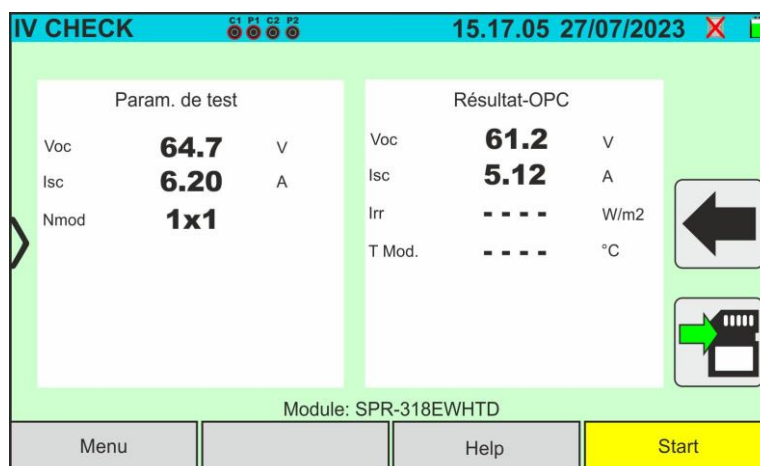

Fig. 61: Résultat mesure test IVCK @OPC avec enregistrement synchrone
14. Appuyer sur la touche **START/STOP** (ou **Start** à l'écran) pour activer les tests. En l'absence de conditions d'erreur, l'instrument affiche l'icône « » avec le message « **Mesure...** » pendant quelques instants. L'essai peut prendre **jusqu'à environ 20 secondes** en fonction de la tension à vide et des paramètres des modules. À la fin du test, l'instrument affichera **uniquement les valeurs mesurées à OPC sans les références des valeurs de rayonnement et de température du module** (voir Fig. 61) et il faut attendre la fin de la session de test et la **synchronisation ultérieure** avec l'unité distante SOLAR03 pour obtenir le résultat final (valeurs @ STC) des tests effectués, comme indiqué dans la suivante :